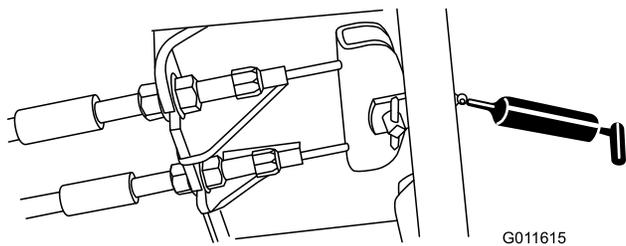

Figure 60
- Pédale de frein (1) (Figure 60)